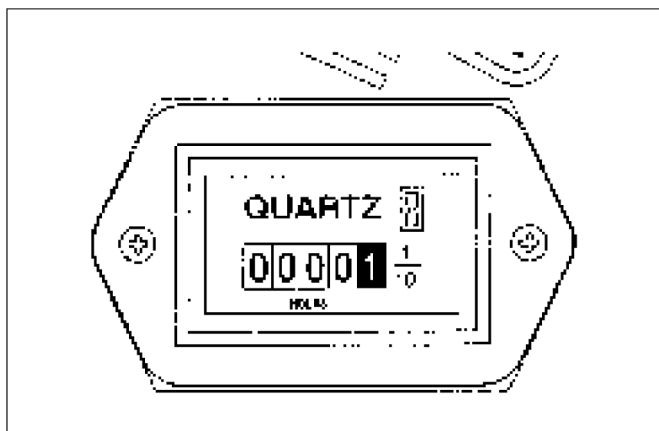

FIG. 13
**Abb. 13:** Der Betriebsstundenzähler zeigt die Verwendung von Motor und Traktor an, um die Wartungsintervalle zu bestimmen. Die Ziffer ganz rechts gibt 1/10-Stunden an.